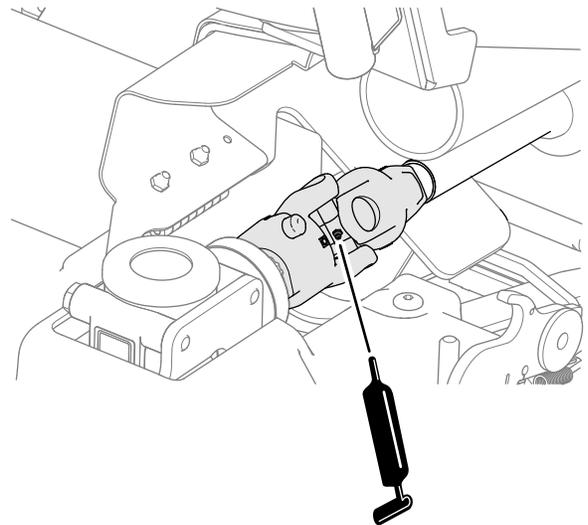

Figure 52
- Cardan avant de l'arbre de transmission sur le boîtier d'engrenages de la tondeuse (Figure 52).